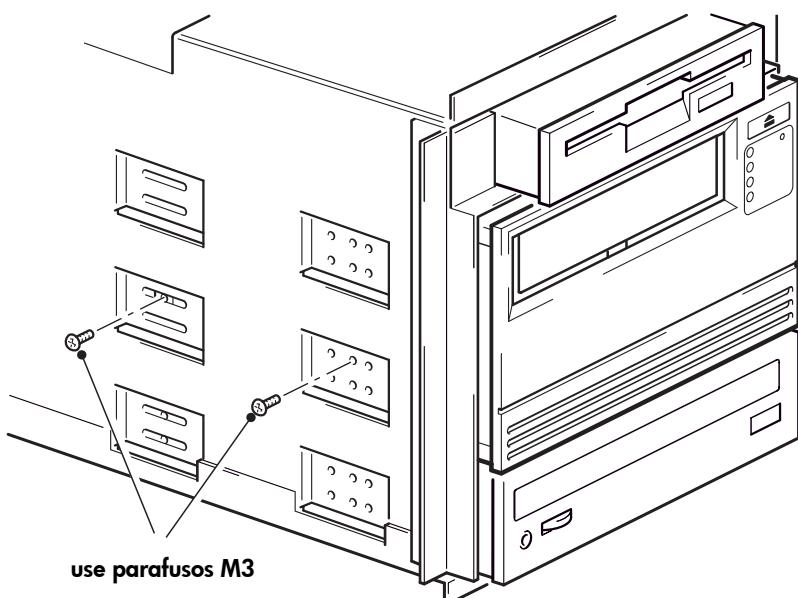

Figura 8b: fixar a unidade sem acessórios de montagem
- 1** Use os parafusos M3 fornecidos com a unidade de fita para fixá-la no lugar. Verifique se os orifícios do chassi estão alinhados com os orifícios nas laterais da unidade e use uma chave Philips para fixar os parafusos M3, conforme a Figura 8b. Posicione os parafusos de forma a encaixá-los nos furos à direita da unidade de fita (furos 1 e 3).